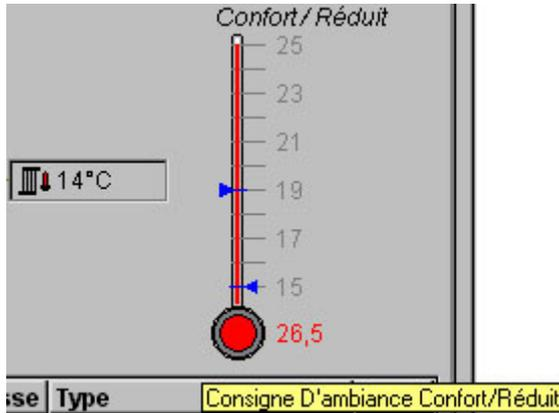

Figure 2.57 : Ressource Influence d'ambiance - Consigne d'ambiance Confort/Réduit
- Consigne d'ambiance Confort/Réduit : elle vous indique avec ses repères bleus les températures d'ambiance Confort et réduit (figure 2.57).